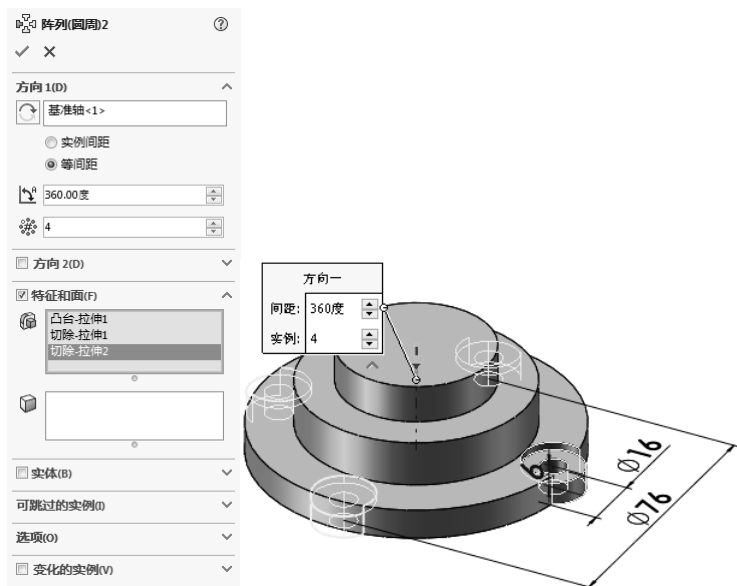

图 7-90 圆周阵列实体
8) 圆周阵列实体。单击“特征”控制面板中的“圆周阵列”按钮，弹出“阵列(圆周)”属性管理器；选择显示的临时轴作为阵列轴，在 (角度) 文本框中输入“360”，在 (实例数) 文本框中输入“4”，在“要阵列的特征”列表框中，通过设计树选择刚才创建的一个拉伸和两个切除特征，如图 7-90 所示，单击 (确定) 按钮，完成阵列操作。